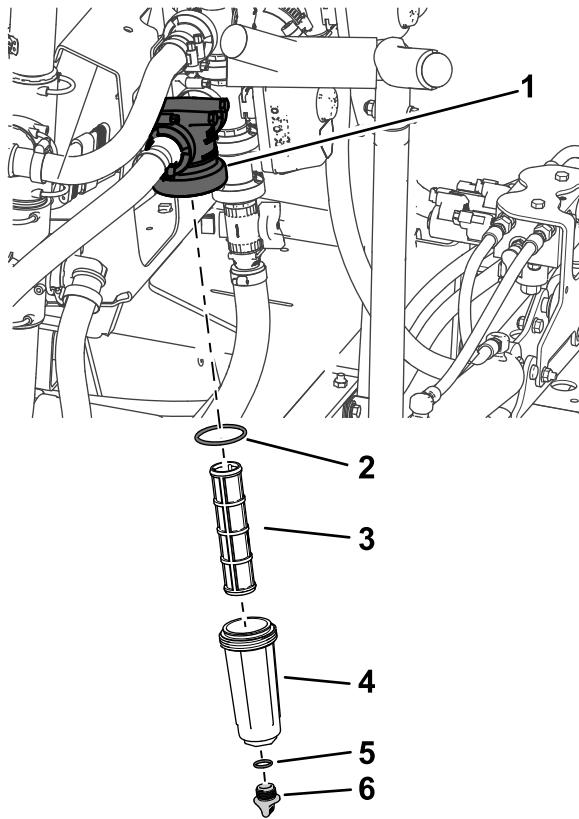

Figura 89
- Coloque un recipiente de drenaje debajo del filtro de presión (Figura 89).
- Gire el tapón de vaciado en sentido antihorario y retírelo de la cubeta del filtro de presión (Figura 89).
- Enrosque la cubeta en sentido antihorario y retire la cabeza del filtro (Figura 89).
- Retire el elemento del filtro de presión (Figura 89).
- Inspeccione la junta del tapón de vaciado (situada dentro de la cubeta) y la junta de la cubeta (situada dentro de la cabeza del filtro) en busca de daños o desgaste (Figura 89).
- Instale el elemento del filtro de presión en la cabeza del filtro (Figura 89).
- Instale la cubeta en la cabeza del filtro, y apriétela a mano (Figura 89).
- Coloque el tapón de vaciado en el acoplamiento inferior de la cubeta, y apriete el tapón a mano (Figura 89).